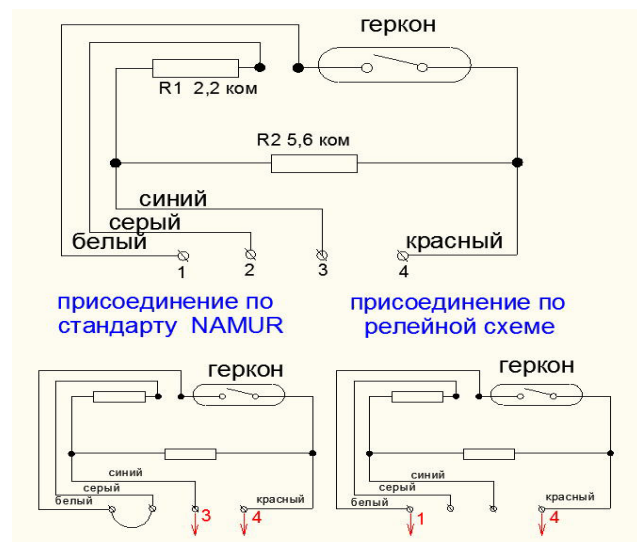

Рис. 4. Схема импульсного выхода.
7.2. Импульсный выход решен по 4-х проводной схеме (см.рис.4), что позволяет подключать счетчик как к обычным релейным считывающим устройствам, так и к устройствам, поддерживающих стандарт NAMUR (DIN EN 50227, DIN 192234). Стандарт NAMUR предусматривает возможность контроля считывающим устройством обрыва провода и короткого замыкания. Для этого в цепь геркона включены два дополнительных сопротивления.